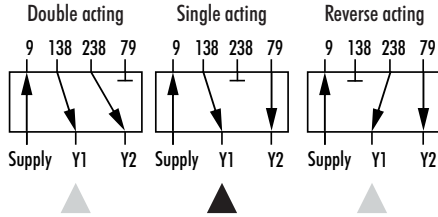

图 5-18: 适配器支架上的标签
2. 从适配器支架 (6) 松开转动板 (7)。
3. 将适配器支架 (6) 放置在定位器上并使用螺钉 (6.1) 加以固定。确保 O 形圈正确就位。
4. 将转动板 (7) 放在适配器支架 (6) 上。确保 O 形圈正确就位。
5. 从图 5-18 选择所需开关功能，只需转动转动板：转动板上箭头指向相应的开关功能（请参见图 5-18）。
6. 将模制密封件 (6.2) 插入适配器支架 (6) 的沟槽中。
5. 从 图 5-23 选择所需开关功能，只需转动转动板：转动板上箭头指向相应的开关功能（请参见 图 5-18）。
6. 将操纵杆 (M) 上的从动销钉从其销钉位置取出并放在 90° 位置。